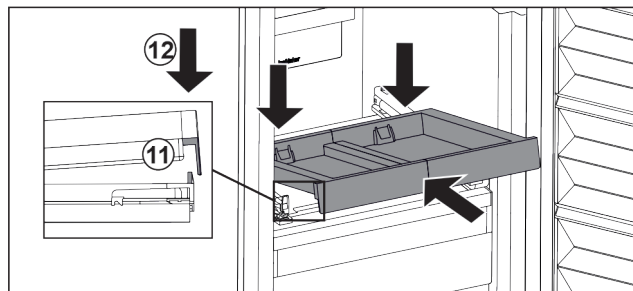

Fig. 105
- Šikmo zasuňte. Dbejte, aby byl na obou stranách doraz za západkou. Fig. 105 (11)
- Usadte vpředu vysouvací přihrádku. Fig. 105 (12)